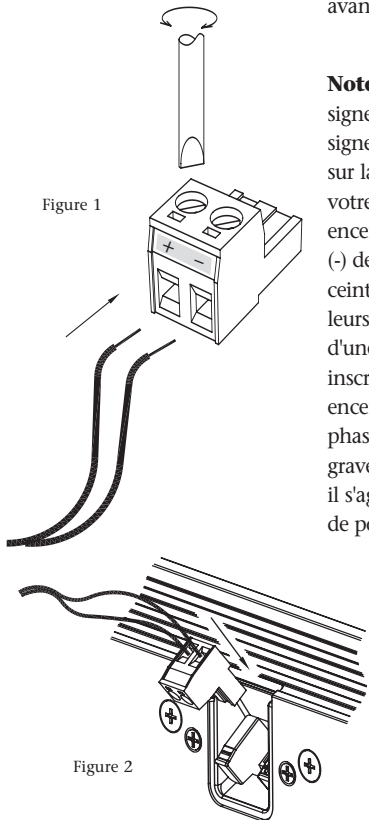

Figure 1
1. Dans le sachet contenant les accessoires, vous trouverez un petit connecteur en plastique vert, illustré à la Figure 1.
3. Utilisez un tournevis de précision pour desserrer les vis sur le connecteur et laisser juste assez d'espace pour l'insertion de l'extrémité des câbles dans les trous. [Figure 1]